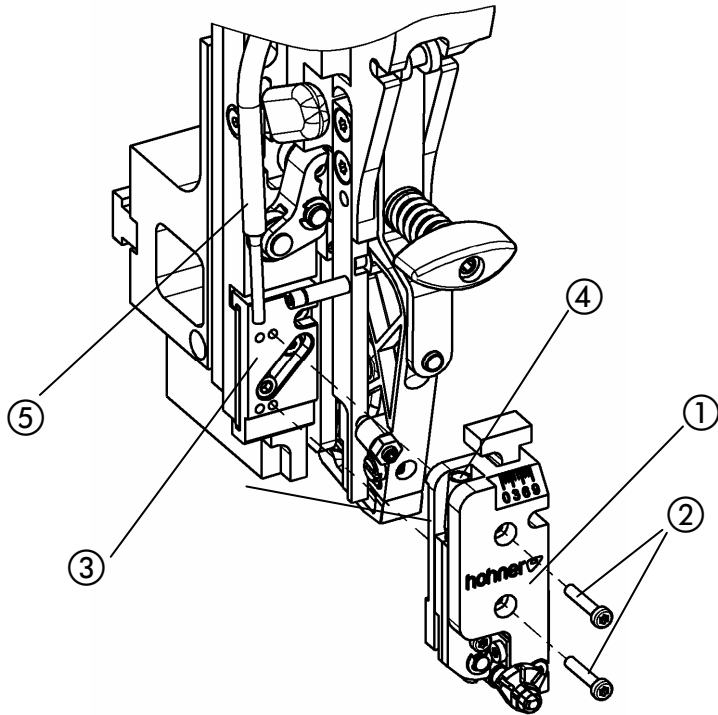
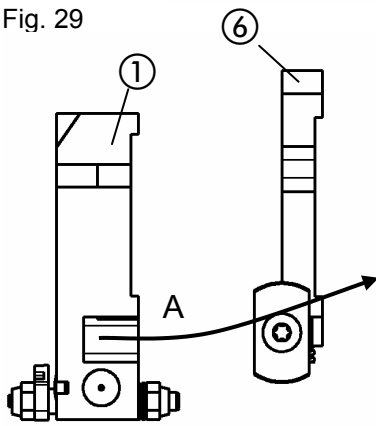
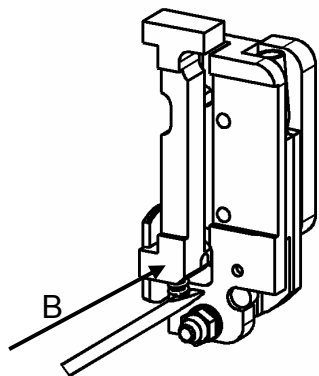

Fig. 29
Fig. 30
Fig. 32
- Fig. 29 -
- Para cambiar las cuchillas, desmontar la caja portacuchillas ① soltando los tornillos ② de la guía ③.
- Fig. 30 -
- Sacar la guía deslizante de la cuchilla ⑥ de la caja portacuchillas ① (flecha A)
- Fig. 32 -
- Volver a montar la guía deslizante de la cuchilla ⑥ de nuevo en la caja portacuchillas ① (Flecha B). En este caso presionar junto el resorte de compresión de la guía deslizante de la cuchilla con un destornillador e introducirlo en la caja portacuchillas. **Observe** que el resorte de compresión no se doble.
- Introducir el tubo-guía del alambre ⑤ en el orificio ④ de la caja portacuchillas.
- Colocar la caja portacuchillas ① sobre la guía ③ (prestar atención: la rosca de fijación derecha es para grapas normales y la rosca de fijación izquierda para grapas de ojal).
- Apretar los tornillos ②